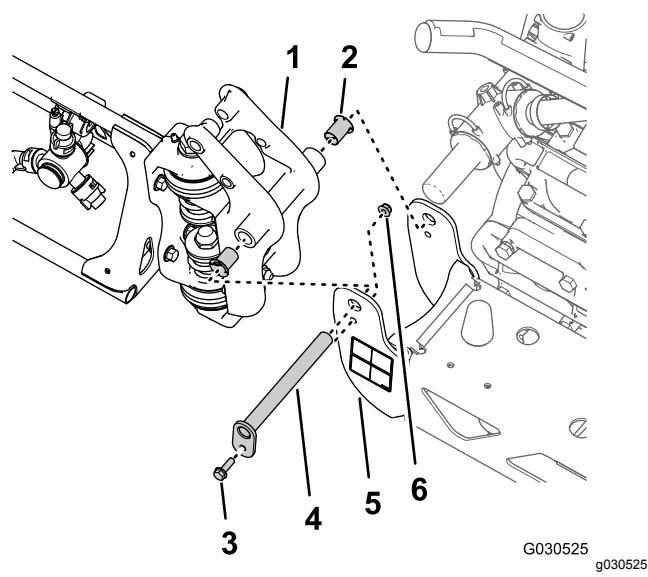

Figura 65
1. Retire el perno con arandela prensada (5/16" x 1") y la contratuerca con arandela prensada (5/16") que sujetan el pasador de giro al soporte de giro (Figura 65).
2. Retire el pasador de giro del soporte de giro de la sección de brazo central y del acoplamiento de giro de la sección de brazo exterior (Figura 65).
3. Separe la sección de brazo exterior de la sección de brazo central y retire la sección exterior de la máquina (Figura 65).
4. Retire los dos casquillos con brida de nylon del acoplamiento de giro de la sección de brazo exterior (Figura 65).